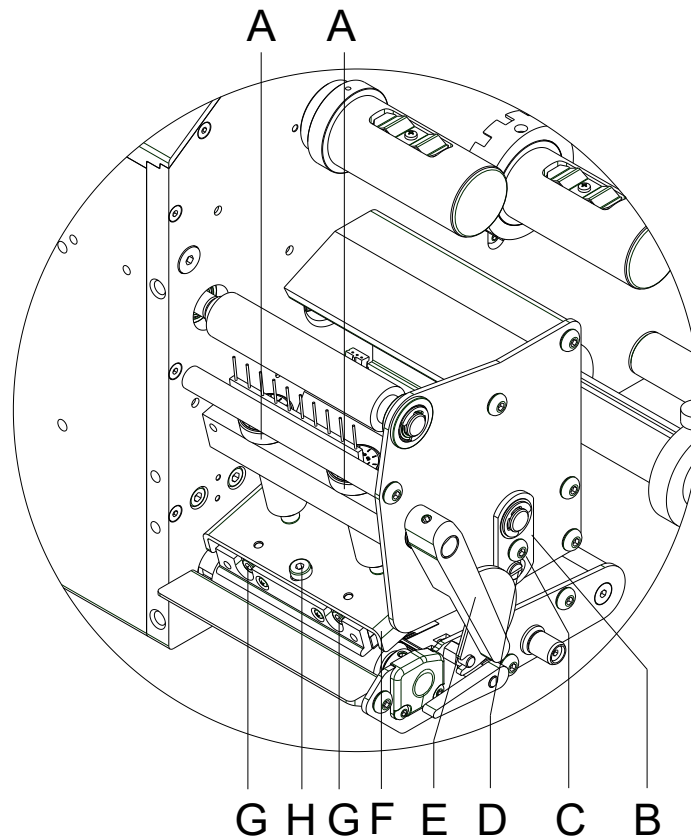

Abbildung 28
Falls nach Einstellen der Parallelität kein gleichmäßig starker Druck über die gesamte Druckbreite vorliegt, kann mit dem Stellblech (B, Abbildung 28) ein Ausgleich geschaffen werden.
1. Schraube (C, Abbildung 28) ca. ¼ Umdrehung lösen.
2. Exzenterbolzen (D, Abbildung 28) drehen, um einen Druckausgleich zu schaffen und solange nachstellen, bis ein gleichmäßiges Druckbild vorliegt.
3. Schraube (C, Abbildung 28) wieder anziehen.
Der Kopfandruck kann mit den Schrauben (A, Abbildung 28) an der Innen- bzw. Außenseite des Druckkopfes verändert werden. Eine Erhöhung des Kopfandrucks führt auf der entsprechenden Seite zu einer Verbesserung der Druckbildschwärzung und zu einer Verschiebung des Bandlaufs in die entsprechende Richtung.
1. Andruckschrauben (A, Abbildung 28) drehen, um den Druckkopfandruck zu verändern.
2. Drehen der Andruckschrauben (A, Abbildung 28) bis an den Anschlag im Uhrzeigersinn ergibt eine Andruckerhöhung von 10N gegenüber der Werkseinstellung.
3. Drehen der Andruckschrauben (A, Abbildung 28) genau eine Umdrehung vom Rechtsanschlag gegen den Uhrzeigersinn, ergibt die Werkseinstellung.